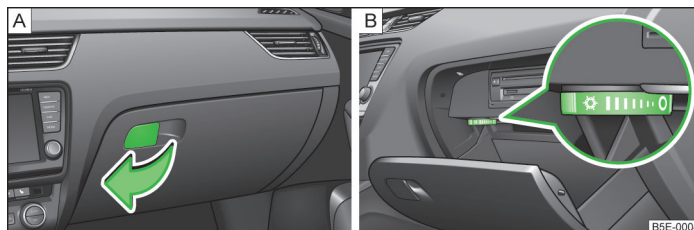

Fig. 65 Cuadro de interruptores: Abrir compartimento portaobjetos/manejar refrigeración del compartimento portaobjetos
- Tirar del tirador de la tapa en el sentido de la flecha » fig. 65 - [A] y abatir ésta.
- La entrada de aire se abre o se cierra con el conmutador giratorio » fig. 65 - [B].